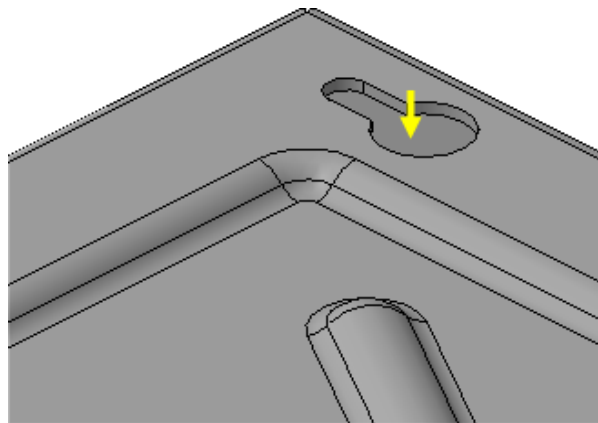

Рисунок 74.
- Закройте эскиз и примените к нему команду Вырез в листовом теле (рис. 74).